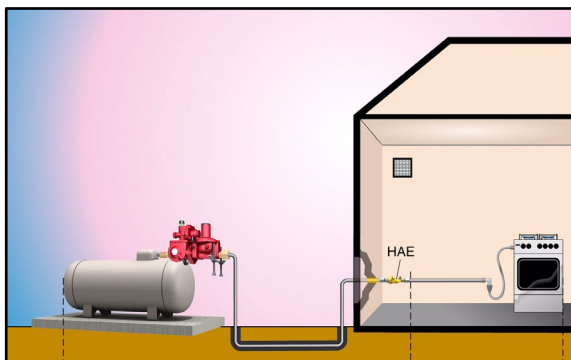

Abb. 4 Flüssiggastank zur Versorgung der Verbrauchsanlage
- bei ortsfester Flüssiggasanlage (Beispiel siehe Abb. 4) nach 4 Jahren,